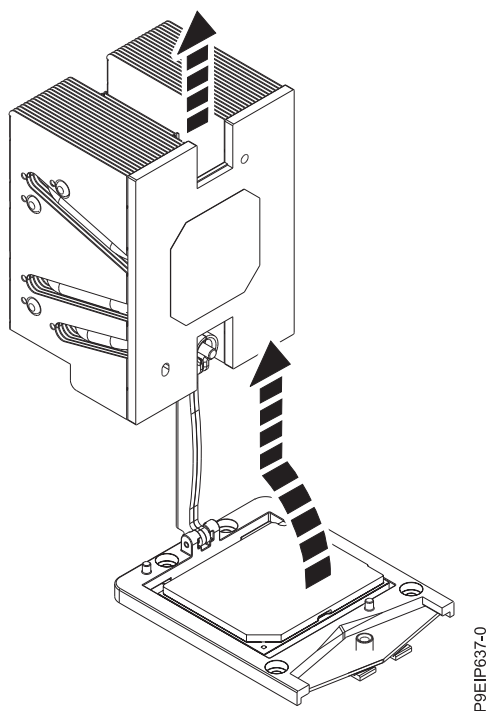

Figura 85. Levantando o dissipador de calor do braço de carregamento
5. Gire e levante para cima no dissipador de calor. O braço de carregamento gira para cima; gire o dissipador de calor e levante-o do braço de carregamento. Consulte o Figura 85.